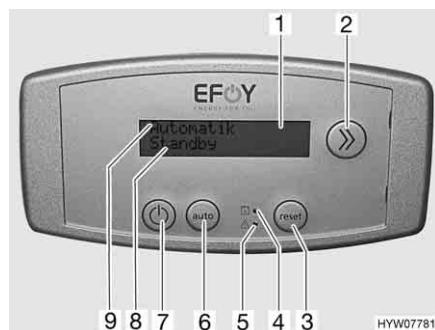

Fig. 102 Centralina di controllo per pila a combustibile
La pila a combustibile è composta da diversi componenti che sono montati nel gavone di coda (Fig. 100) e da un pannello di controllo (Fig. 102) posto nel vano abitabile.
La pila a combustibile carica automaticamente le batterie del vano abitabile non appena la loro tensione scende sotto i 12,5 V e la pila a combustibile viene attivata tramite il tasto acceso/spento (Fig. 102,7).
Il display (Fig. 102,1) della centralina di controllo è a due cifre. Nella prima riga (Fig. 102,9) viene visualizzato lo stato di funzionamento della pila a combustibile.
Nella seconda riga (Fig. 102,8) vengono visualizzate informazioni oppure segnalazioni di guasto.
La commutazione tra le informazioni a disposizione avviene mediante il tasto Info (Fig. 102,2).
I due LED sull'apparecchio di comando indicano i guasti (Fig. 102,5) e che è necessario sostituire la cartuccia del serbatoio (Fig. 102,4).
Dopo la rimozione dell'errore, riaccendere la pila a combustibile. A tal fine premere il tasto Reset (Fig. 102,3).
- Premere il tasto acceso/spento (Fig. 102,7). Nella prima riga del display (Fig. 102,9) viene visualizzata la modalità di funzionamento attuale.
- Se viene visualizzato "On" (acceso), la pila a combustibile si trova nella modalità di carica selezionata manualmente. Premere il tasto "auto" (Fig. 102,6), per commutare sulla modalità di funzionamento automatico.
- Premere il tasto acceso/spento (Fig. 102,7). La pila a combustibile si spegne in modo controllato.
- Se la pila a combustibile non è ancora stata spenta, premere il tasto On/Off (acceso/spento) (Fig. 102,7).